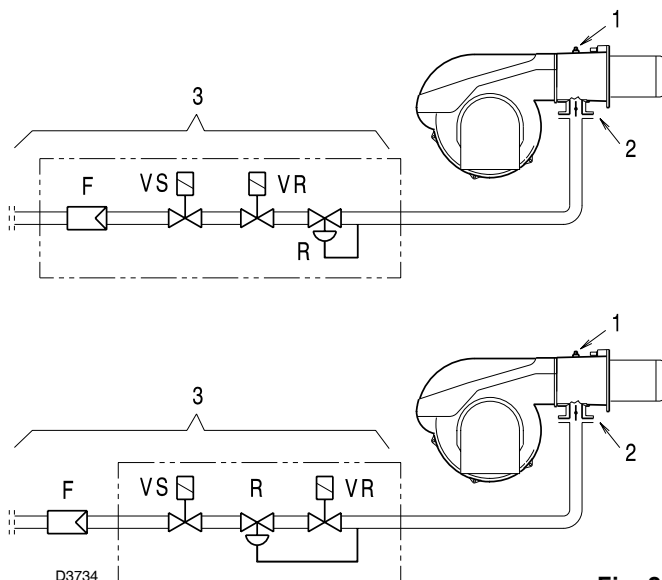

Fig. 20
Pressione del gas misurata alla presa 1)(Fig. 20), con:
Perdita di carico farfalla gas 2)(Fig. 20) con apertura massima: 90°.
Perdita di carico rampa 3)(Fig. 20) comprendente:
- sottrarre dalla pressione del gas alla presa 1)(Fig. 20) la pressione in camera di combustione.
Pressione del gas alla presa 1)(Fig. 20) = 19 mbar
Per conoscere invece la pressione del gas necessaria alla presa 1)(Fig. 20), fissata la potenza MAX alla quale si desidera funzioni il bruciatore:
- Leggere sulla destra, colonna 1, la pressione alla presa 1)(Fig. 20).
pressione necessaria alla presa 1)(Fig. 20).